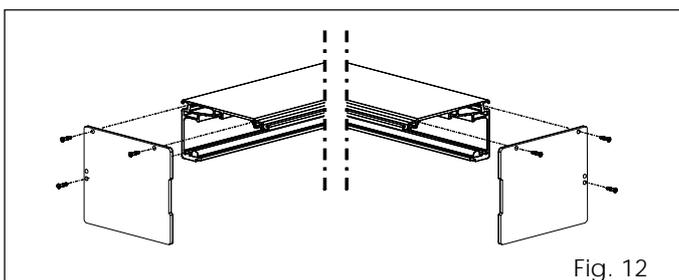

Fig. 12
- Applicare i fianchetti laterali come in fig. 12. I fianchetti sono preincisi per adattarsi alle traverse con o senza profilo autoportante.